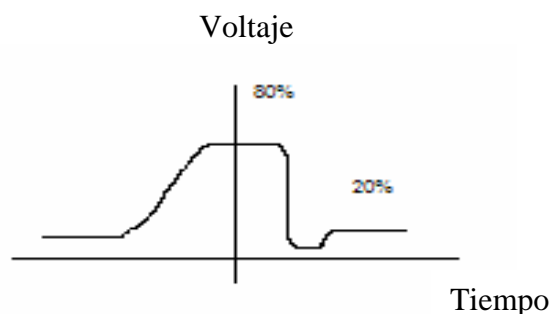

Figura 3.14 Respuesta de la presión de inyección.
e) La figura 3.14 muestra un trazo del osciloscopio donde la presión inicio en 20% (J515 apagado) y fue incrementada hasta 80% (J515 apagado), entonces fue reducida nuevamente. Note que la caída brusca cuando la presión es reducida de 80% a 20%. La caída brusca se elimina al ajustar el pot. P-501, en el sentido de las manecillas del reloj aproximadamente dos vueltas.